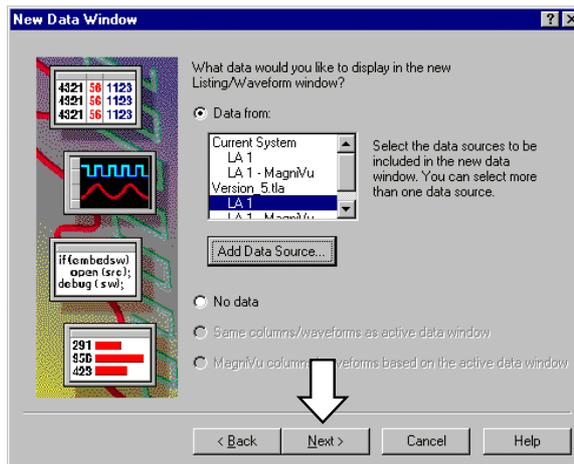

図 2-82 : [New Data Window]ウィザードのデータ・ソースを選択するためのダイアログ・ボックス
- 図 2-82 のように[Data from]オプション・ボックスにデータ・ソースが追加されるので、希望のデータ・ソースを選択し、<Next>ボタンをクリックします。